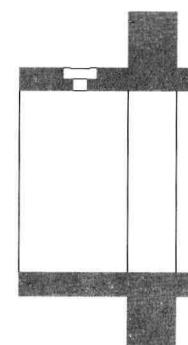

图 9-3-6
(6) 单击截面对象，按 Delete 键。在“视图”面板中选择“俯视”视图，在“修改”面板中单击“分解”按钮，单击剖面图形块，按 Enter 键，块分解成多条直线和实体填充图案，如图 9-3-6 所示。